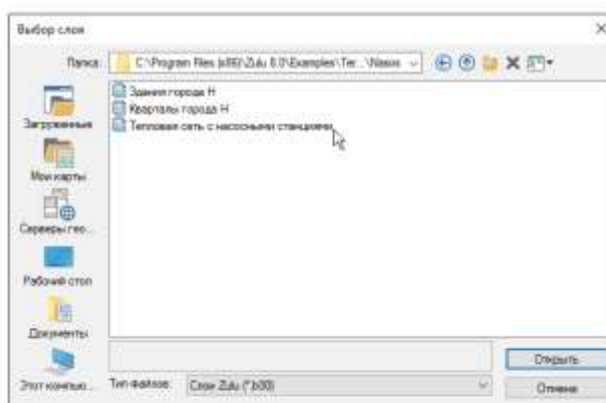

Рисунок 4.6. Диалог выбора слоя
3. В открывшемся окне указать слой-источник, то есть слой, из которого вы хотите импортировать символы и нажать кнопку Открыть. (смотрите Рисунок 4.6. «Диалог выбора слоя»)